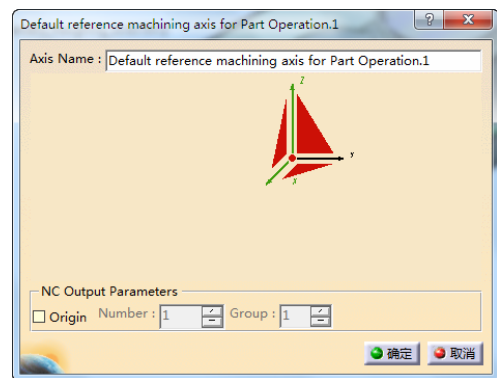

图 6-90 “Default reference machining axis for Part Operation.1”对话框（2）
- 单击“Part Operation”对话框中的 Default reference machining axis system 按钮, 弹出“Default reference machining axis for Part Operation.1”对话框（2），如图 6-90 所示。